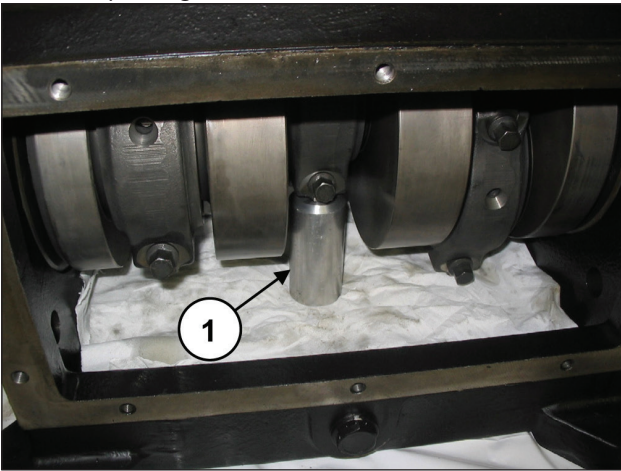

Fig. 17
Insérer une cale sous la bielle pour empêcher l'arbre de tourner (rep. ①, Fig. 17).